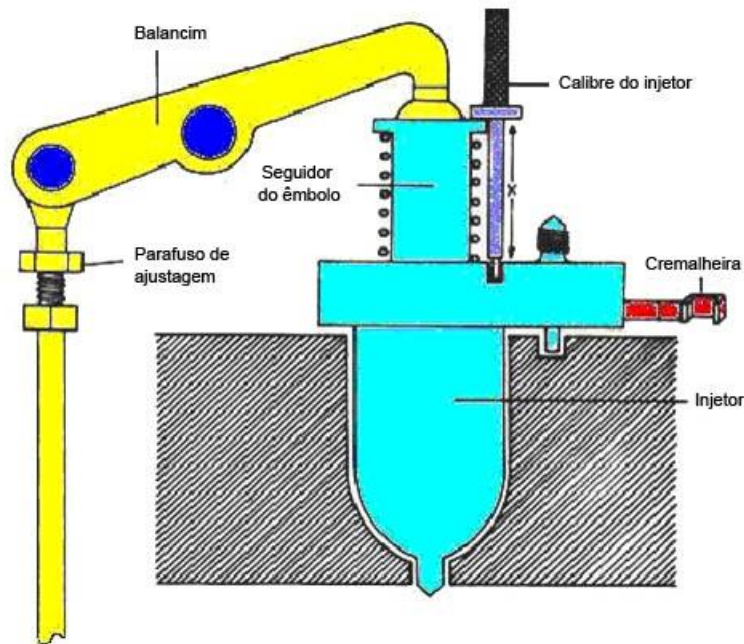

Figura 4.3.2.4.1 Sincronizando um injetor.
- 3) gire o motor, no seu sentido normal de rotação, até que o ponto de avanço à injeção seja alcançado (no caso da figura 4.3.2.1.1, esse ponto se situa a 26° antes do PMS).